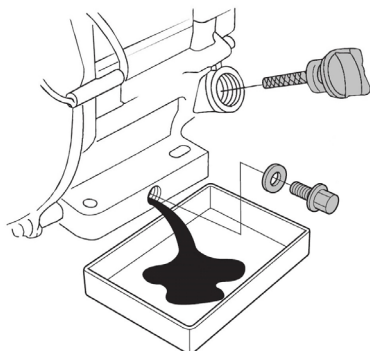

Рис. 9 Замена моторного масла
3. Извлеките крышку-щуп (Рис. 9) из маслозаливной горловины.
- (1) Техническое обслуживание должно осуществляться более часто, при работе в пыльных условиях.
- (2) Эти пункты должны осуществляться в авторизованном сервисном центре.
4. Открутите (Рис. 9) сливной болт и слейте отработанное масло в подготовленную для этого емкость.